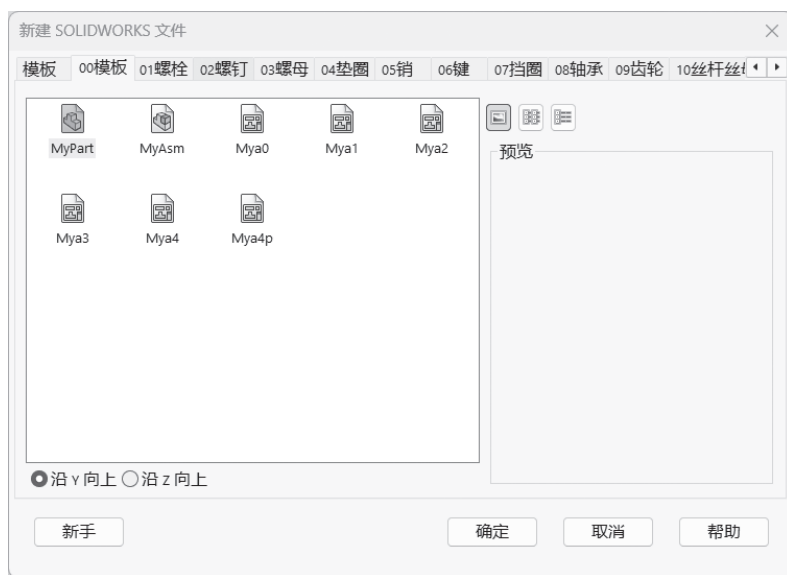

图 1-2 【新建 SOLIDWORKS 文件】对话框
选择【文件 (F)】|【新建】命令或单击快速访问工具栏上的【新建】按钮，出现【新建 SOLIDWORKS 文件】对话框，如图 1-2 所示。